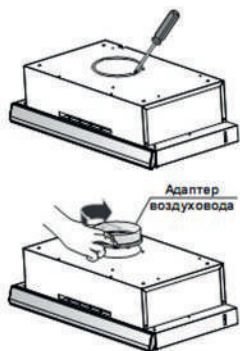

Рис. 1
1. Для выведения воздуха в режиме вентиляции необходимо вынуть заглушку из пластика. Вставить в открытое отверстие адаптер. (Рис. 1)